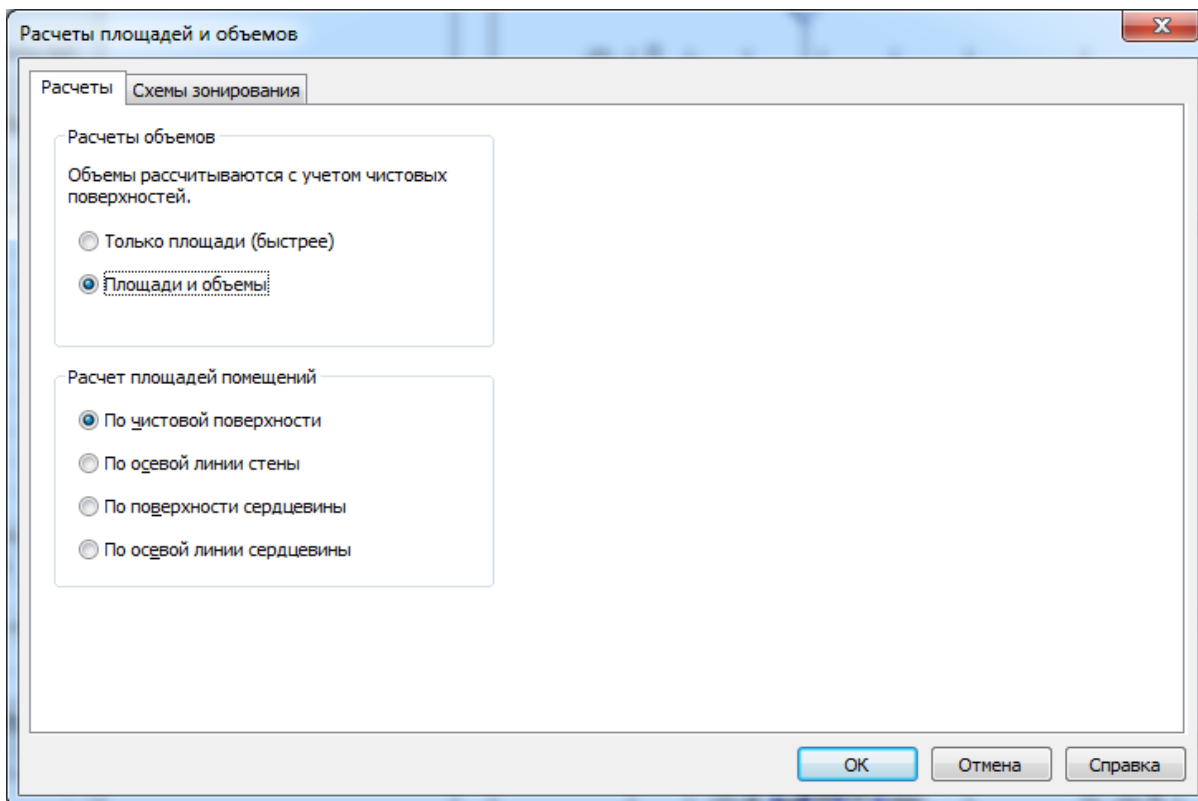

Рисунок 3.76. Меню настройки расчетов площадей и объемов
2. На вкладке "Расчеты" диалогового окна "Расчеты площадей и объемов" убедитесь, что переключатель "Расчеты объемов" находится в положении "Площади и объемы" (рис. 3.76).